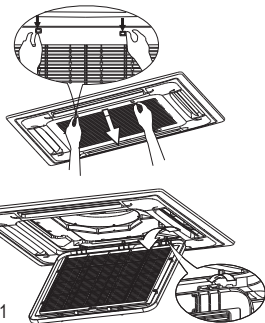

Figura 1
1. Pressione as travas da grelha para dentro, em seguida puxe o painel do filtro para baixo como indicado na figura 1.